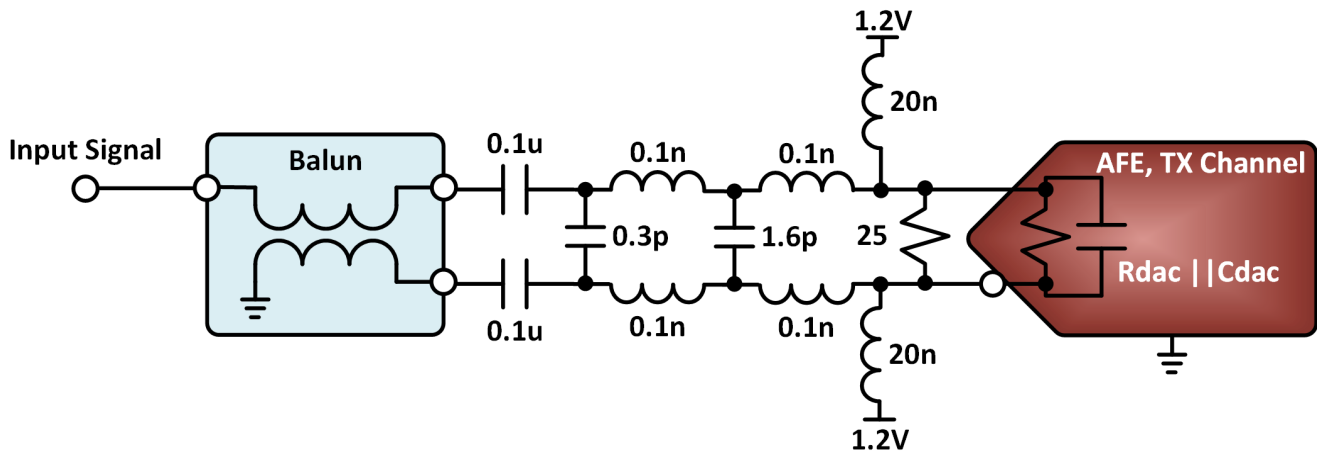
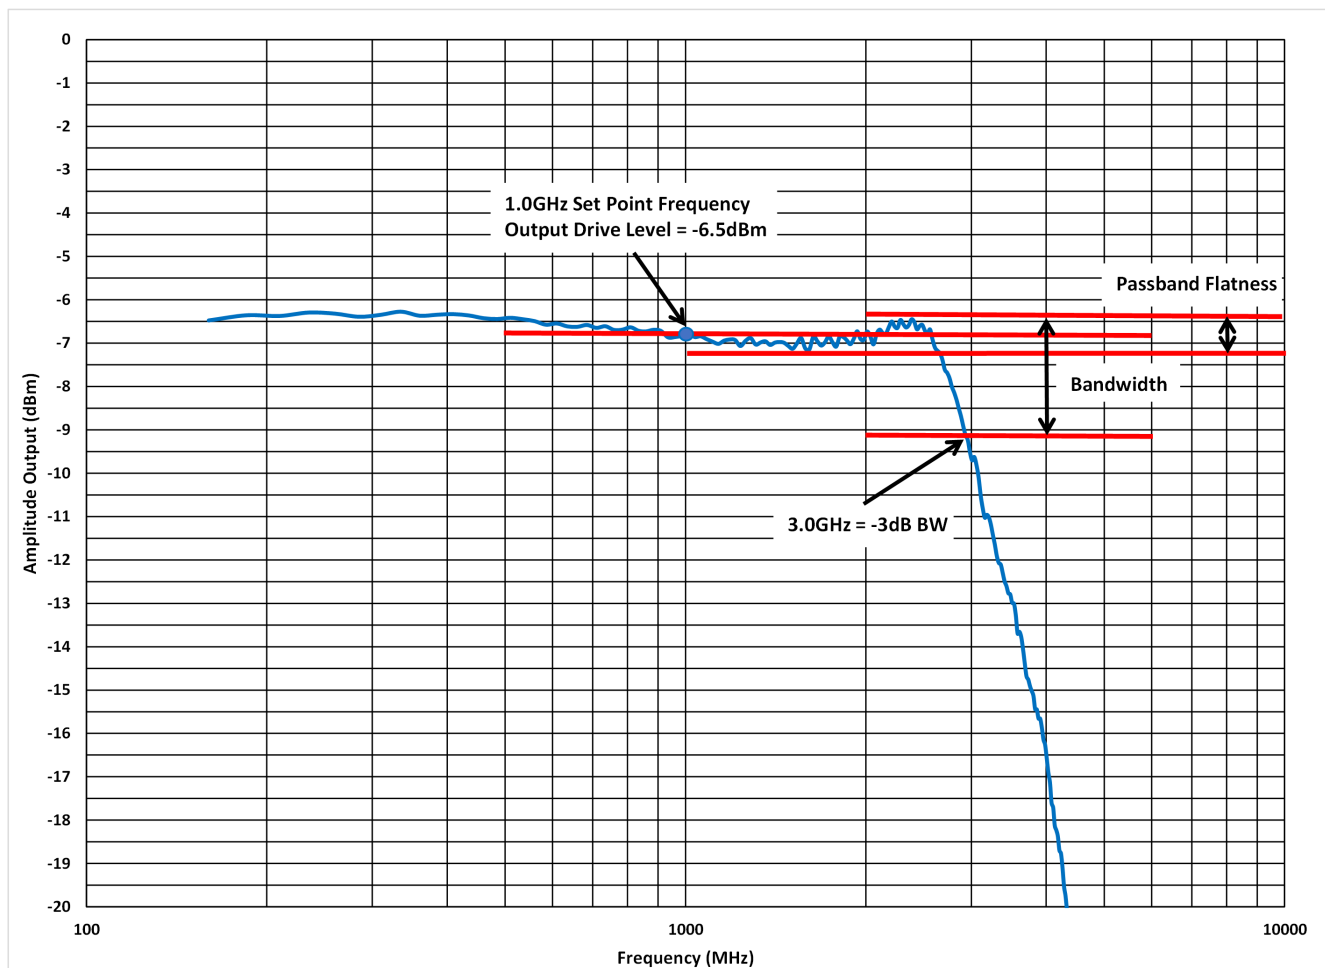

図 3-1. DAC に接続された出力ネットワーク例
図 3-2. AFE DAC 出力通過帯域の平坦性応答:DUC イネーブル
ここまでで説明した手順は、実数サンプリングを使用する DAC についての手順です。つまり、選択した信号をベースバンドから選択した周波数にアップコンバートするためにデジタルアップコンバータ (DUC) を使用しない場合です。テキサスインスツルメンツ (TI) の AFE などのトランスミッタチェーン内で複合ミキサーを使用するデバイスでは、通過帯域の平坦性スイープを行うプロセスに追加する必要があります。このステップは、数値制御発振器 (NCO) の周波数を調整し、DAC の出力周波数を、目的の周波数帯域全体で出力をスイープするのに適切な周波数にします。NCO 使用時、ADC の帯域幅をキャプチャするために、このシリーズの前の記事で説明したように DAC DUC 向けの NCO を処理します。例として、図 3-1 および図 3-2 を参照してください。ここでは、トランスミッタチャンネルの出力ネットワーク例と、3GHz 帯域幅の整合ネットワークを使用して AFE の TX チャンネルから取得したデータを示します。